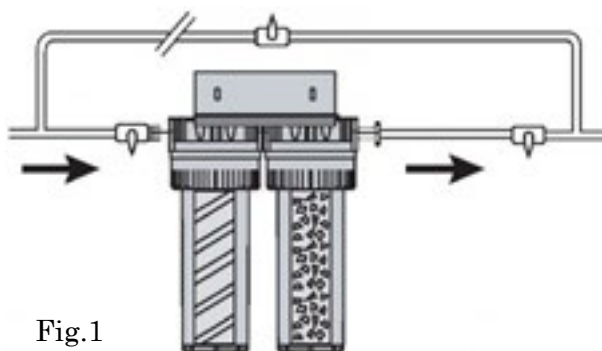

Fig.1
- Il est recommandé d'installer une dérivation (fig.1)